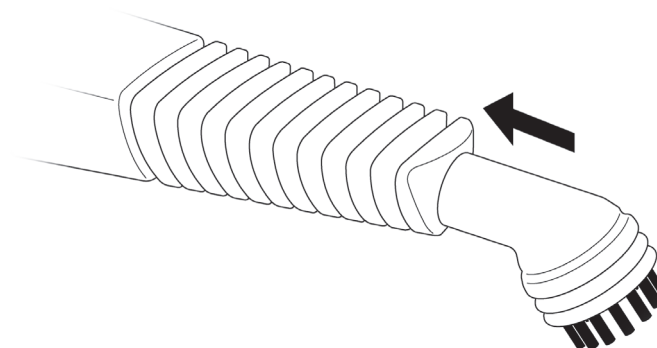

FIGURE 3
**REMARQUE:** La Brosse utilitaire en nylon, la Brosse utilitaire en cuivre et la Grande brosse se raccordent toutes de la même façon. La Brosse utilitaire en nylon apparaît à la FIGURE 3 à titre d'exemple.
1. Alignez la Brosse et la Buse directrice, comme illustré. Le repère-guide à l'arrière de la Brosse et la fente-guide sur le côté de l'extrémité de la Buse directrice doivent être alignés (FIGURE 3-A).
2. Poussez fermement sur la Brosse pour y insérer la Buse directrice (FIGURE 3-B).